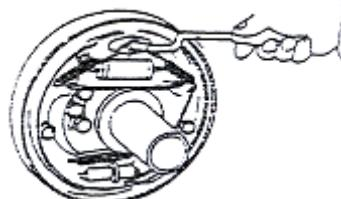

Рис. 2-29
- (7) Установите пружину сжатия на рычаг стояночного тормоза, затем установите рычаг на тормозную колодку. См. Рис. 2-29